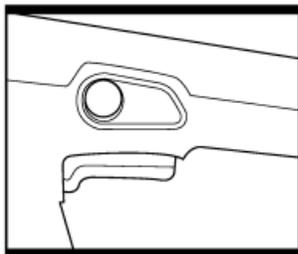

Fig. 2
2. DEMARRAGE ET ARRET (Fig. 2)